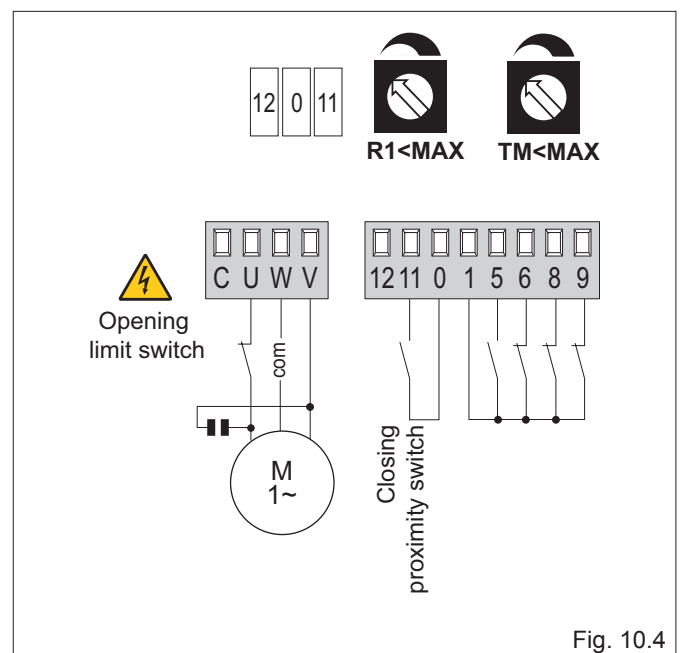

Fig. 10.4
- (Fig. 10.4) Le vantail s'arrête sur les fins de course de ouverture et exerce une pression sur les butées mécaniques de fermeture et inverse le mouvement sur les obstacles.